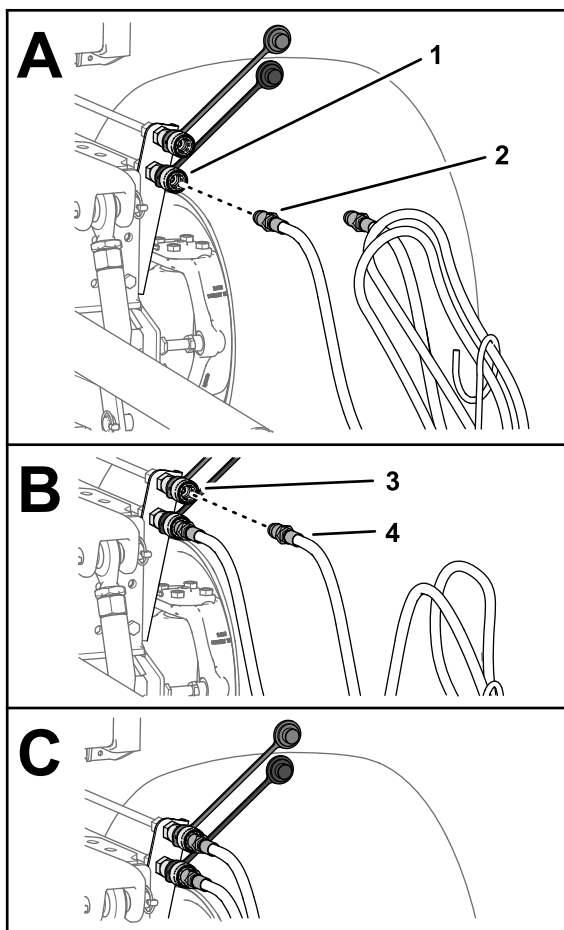

Рисунок 29
7. Подсоедините быстроразъемный штуцер шланга выдвижения навесного оборудования к быстроразъемному штуцеру контура выдвижения (Рисунок 29).
8. Подсоедините быстроразъемный штуцер шланга втягивания навесного оборудования к быстроразъемному штуцеру контура втягивания (Рисунок 29).